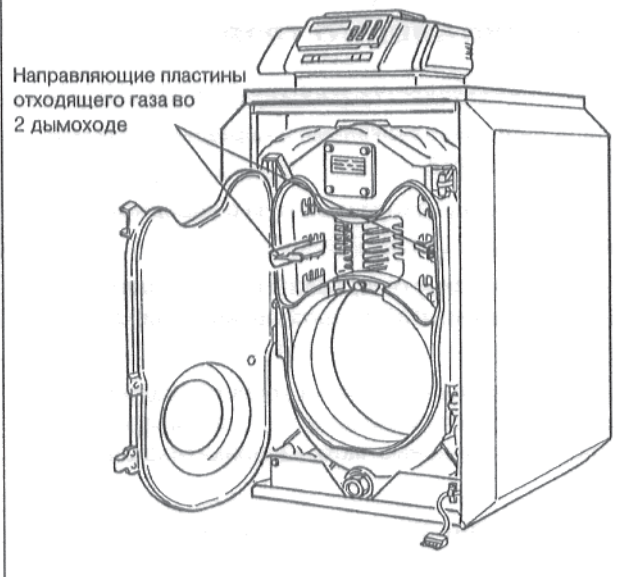

рис. 37
- Вынуть направляющие пластины отходящего газа слева и справа по направлению вперед (рис. 37).